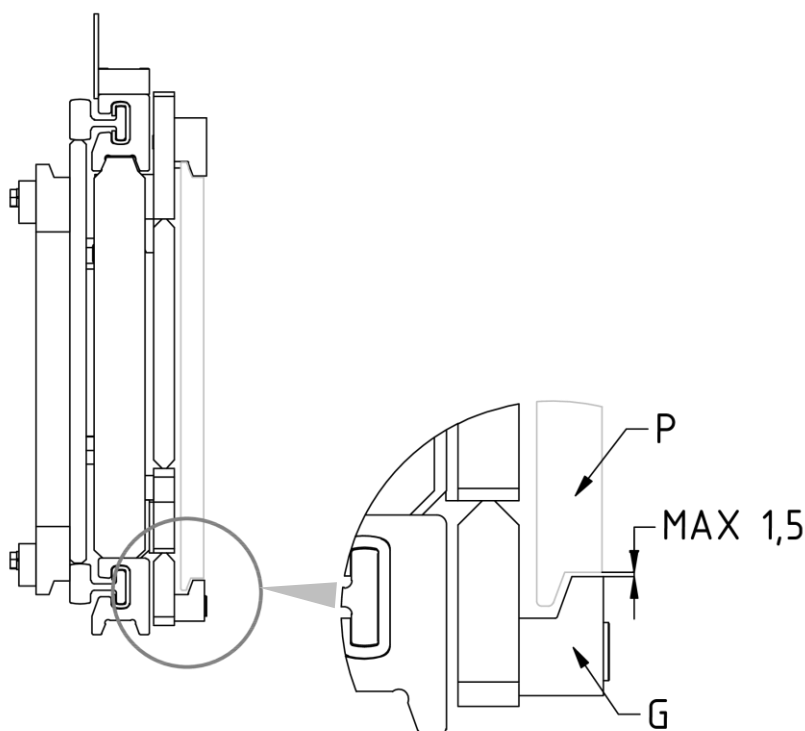

Figura 12
7. Atornillar los dos ganchos inferiores G para que su cuerpo quede enganchado debajo a la placa porta horquillas P (con un juego máximo de 1,5 mm, mira *Figura 12* apretando con el par de apriete indicado en la *Tabla 3*).
3. Verificar la holgura entre la parte inferior de la plancha porta horquillas y los ganchos inferiores del implemento, verificando que sea como se indica en *Figura 12* (pag.20) y, si es necesario, intervenir en el apriete de los tornillos que los sostienen.